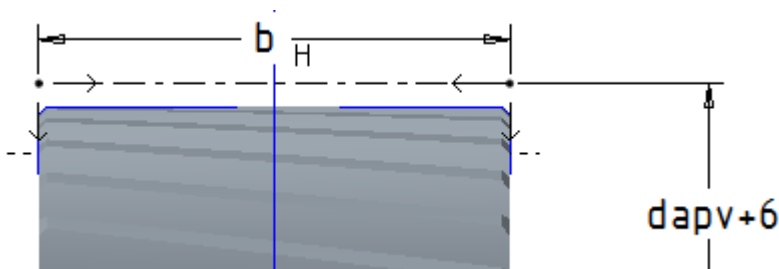

Abb. 12 Skizze Härtelinie
- ▶ Skizze ▶ Skizzenebene: „E_TEILUNG“ ▶ Skizze nach Abb. 12 oberhalb und unterhalb des Zahnrades (Spiegeln) ▶ RMT auf Linie ▶ Eigenschaften ▶ Linienart: CTRLFONT